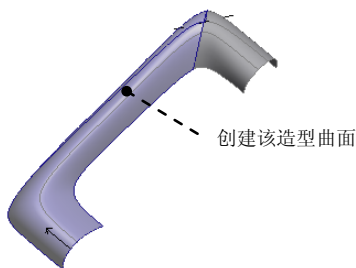

图 8.8.54 创建造型曲面 1 的第二部分曲面
(2) 按照同样的方法，创建造型曲面 1 的第二部分曲面（图 8.8.54）。
① 单击 **样式** 功能选项卡 **曲面** 区域中的“曲面”按钮 .
② 选取边界曲线。选取 ISDX 曲线 6，然后按住键盘上的 Ctrl 键，分别选取 ISDX 曲